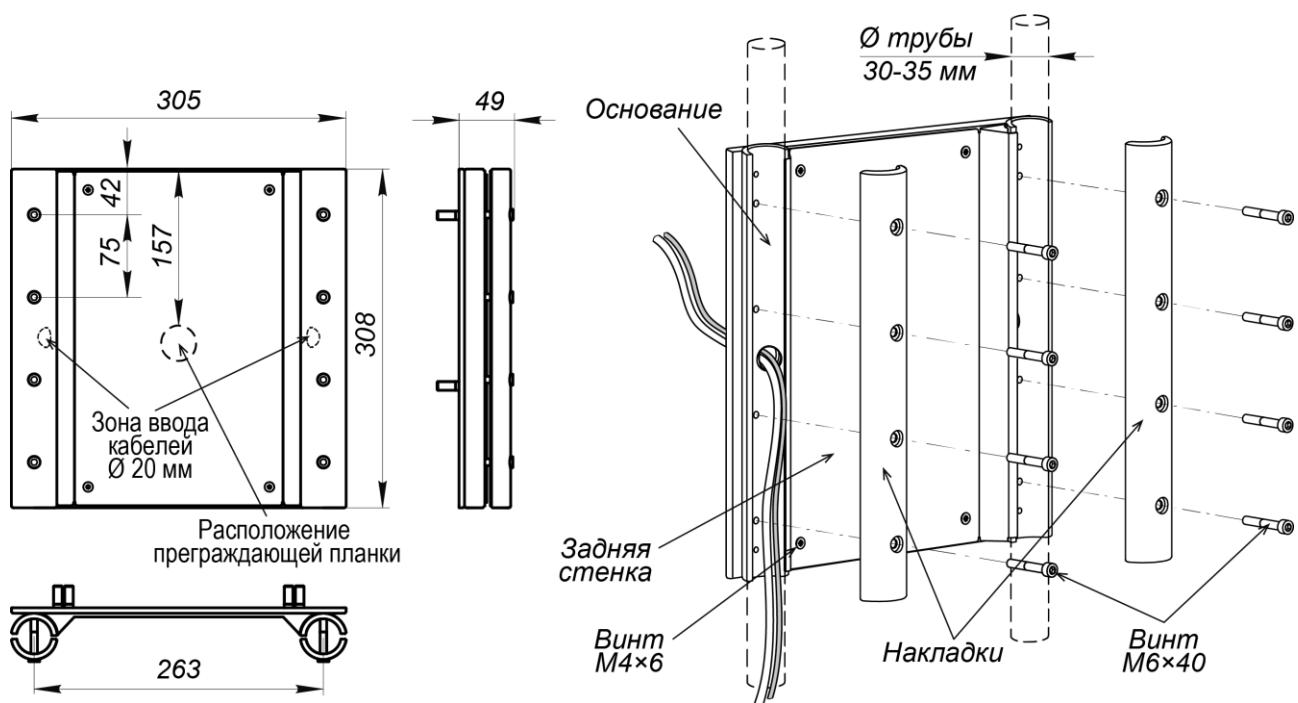

Рисунок 17. Габаритные размеры и порядок установки кронштейна PERCo-MT10.1
- a) Порядок установки монтажного кронштейна **PERCo-MT10.1** (для исполнения турникета **PERCo-TTR-10AT**), см. рис. 17: